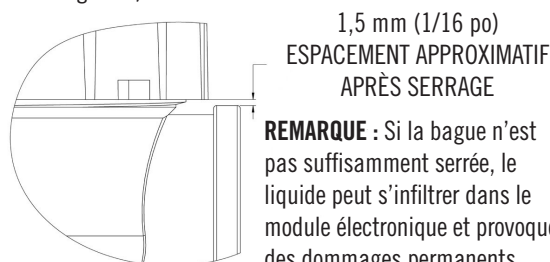

FIGURE 3
- Revisser et serrer la bague de compteur à la main. Lorsque le serrage est correct, il y a un espacement de 1,5 mm (1/16 po) environ entre la bague et le rebord du raccord de sortie (voir Figure 3).